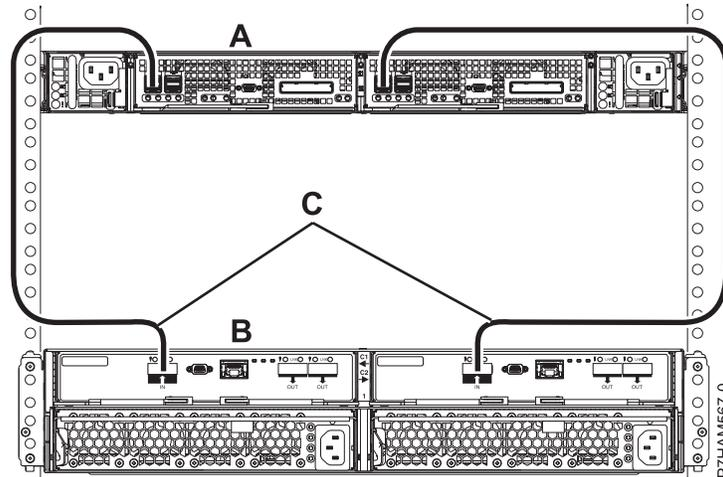

Figure 39. Connexion de mode 1 d'un boîtier d'unité de disque 58/87 en utilisant des câbles EX reliés à un boîtier de stockage PCIe
13. Effectuez la connexion de mode 1 d'un boîtier d'unité de disque 58/87 (B) en utilisant des câbles EX (C) reliés à un boîtier de stockage PCIe avec prise en charge de tiroirs de disque SAS (A), comme illustré dans figure 39, à la page 77.
- Chaque adaptateur interne du boîtier de stockage PCIe (A) peut accéder à l'autre adaptateur et à toutes les baies d'unité de disque.
- Les deux câbles EX (C) provenant du même boîtier d'unité de disque 58/87 doivent être raccordés au même numéro de port SAS sur le boîtier d'unité de disque PCIe, comme le montre la figure 39, à la page 77.